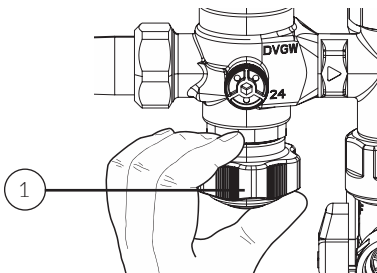
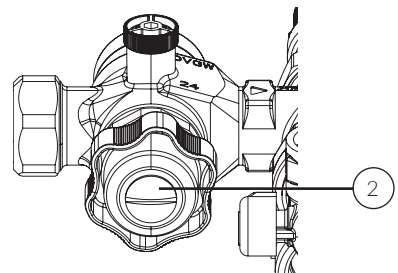

Abb. 7
Abb. 8
Die Wartung des Rückflussverhinderes erfolgt gemäß DIN 1988 1x jährlich. Der Rückflussverhinderer (RV) befindet sich im Gehäuse oberhalb des Griffs (1). Um den RV zu prüfen, drehen Sie den Griff (1) im Uhrzeigersinn bis zum Anschlag (Richtung „ZU“) (Abb. 7) und anschließend 2 Umdrehungen wieder zurück. Entfernen Sie den Stopfen (2) aus dem Griff (Abb. 8). Wenn aus der Öffnung kontinuierlich Wasser herastropft, muss der RV gereinigt oder ausgetauscht werden.
Achtung: Sperren Sie die Armatur ab (Griff (1) in Richtung „ZU“ drehen, siehe Abb. 7) und führen Sie eine Druckentlastung durch, bevor Sie das Oberteil des Sicherheitsventils herausdrehen!